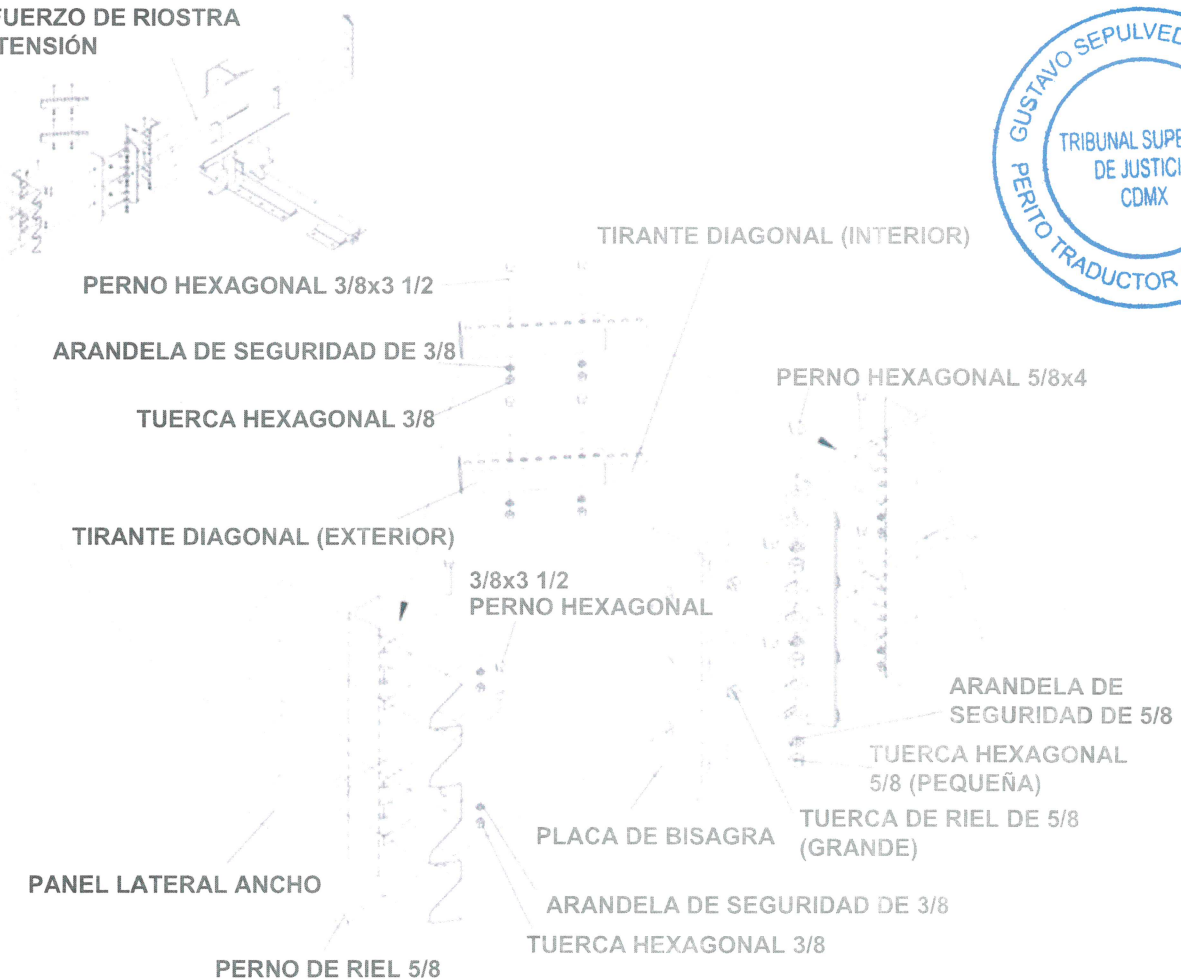

Figura 18
- A. Fije las Placas de Bisagra al Refuerzo (tres (3) lugares en cada lado del Refuerzo) con un perno de riel de 5/8", una arandela de seguridad y una tuerca hexagonal.
- C. Fije el tirante diagonal al panel lateral corto o de transición y el Refuerzo usando un perno hexagonal de 3/8", una arandela de seguridad y una tuerca hexagonal (dos (2) lugares por tirante y cuatro (4) lugares por lado).
- D. Asegure cada juego de tirante diagonal en dos (2) lugares con un perno hexagonal de 3/8", arandela de seguridad y tuerca hexagonal (Figura 18).